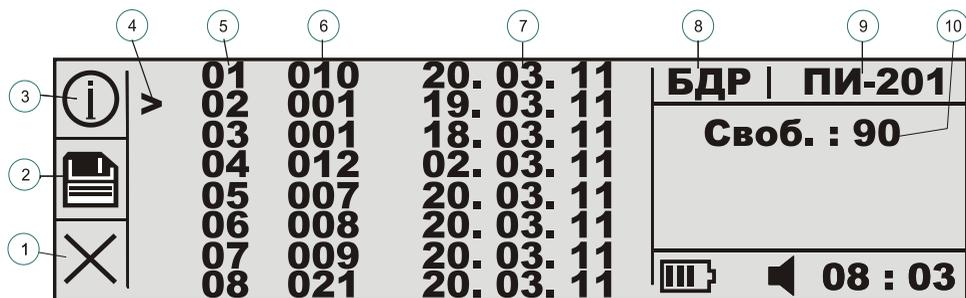

Рис. 6.3.1.1. Окно «База данных результатов контроля»
6.3.1. Для входа в раздел «База данных результатов контроля» нажмите клавишу  «База данных результатов контроля». Откроется окно «База данных результатов контроля» (рис. 6.3.1.1.) . Тип активного (открытого) раздела отображается аббревиатурой «БДР» п.8 .